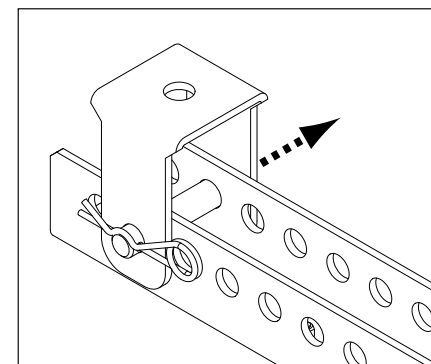
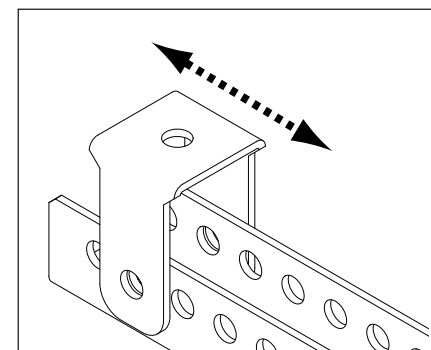

Abb. 3
Abb. 4
6. Um den Montageschlitten zu verschieben, entfernen Sie einfach R-Clip und Bolzen (Abb. 3) und positionieren den Schlitten am gewünschten Lochpaar (Abb. 4). Danach den Schlitten wieder mittels Bolzen und R-Clip fixieren und darauf achten, dass der R-Clip richtig einrastet.